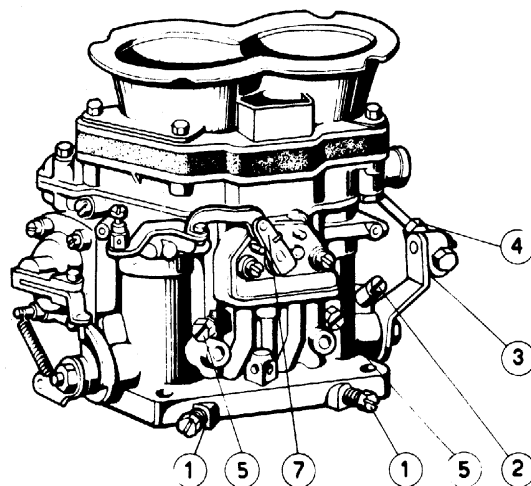

Fig. 26
- Con il motore in moto al minimo e alla temperatura normale di funzionamento e con le parti meccaniche ed elettriche efficienti, staccare il collegamento tra la tiranteria azionata dal pedale acceleratore e il sistema di comando che collega i vari carburatori: questo viene fatto per togliere il carico delle molle aggiunte per il ritorno dell'acceleratore (fig. 26 n. 4).
- Chiudere tutte le viti del bay pass (fig. 26/5).
- With the engine running at idling speed and at normal running temperature, and with the mechanical and electrical parts working efficiently, unhitch the connection between the rod assembly actuated by the accelerator pedal and the control system connecting the various carburetors: this is done to remove the load of the springs added for the return of the accelerator (fig. 26 n. 4).
- Lock all by pass screws (fig. 26/5).
- Posizionare accuratamente le **viti registro farfalle** (fig. 26 n. 2) dei carburatori rimanenti affinché entrino in contatto con le appendici di arresto delle proprie leve senza provocare un aumento del regime di rotazione.
Per correggere eventuali differenze fra le farfalle dello stesso carburatore agire sulle viti di sincronizzazione (fig. 26 n. 5). E' assolutamente consigliabile agire soltanto su una vite per uno stesso carburatore.
- Collegare il comando acceleratore (fig. 26 n. 4) della vettura, dare qualche accelerata e ricondurre i carburatori con sincronizzatore.
- Carefully position the **butterfly valve adjustment screws** (fig. 26 n. 2) of the remaining carburetors, so that they come into contact with the stop tails of their own levers without causing any increase in rotation speed. To adjust eventual differences between throttles of same carburetor act on turning screws (fig. 26 n. 5).
- Connect up the accelerator control (fig. 26 n. 4) of the vehicle, accelerate a few times and re-check the carburetors with the synchronizer.